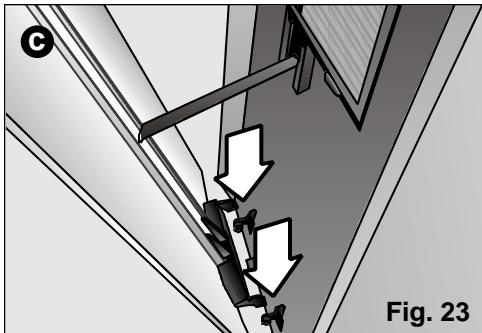

Fig. 23
- 1° Til de deur op totdat u hem losmaakt van de steunen aan de onderkant, (Fig. 23: a).
- 2° Plaats de plastic clip in de gleuf aan de voorwand van het apparaat (in de vorm van een T) en laat deze naar beneden glijden tot aan de veilheidslimiet, (Fig. 23: b).
- 3° Plaats de veertjes die zich aan de onderkant van de deur bevinden in de daarvoor bestemde opening aan de voorwand van het apparaat, doe dat voorzichtig om te voorkomen dat de plastic clip die u al op zijn plaats gezet heeft weer los laat, (Fig. 23: c).